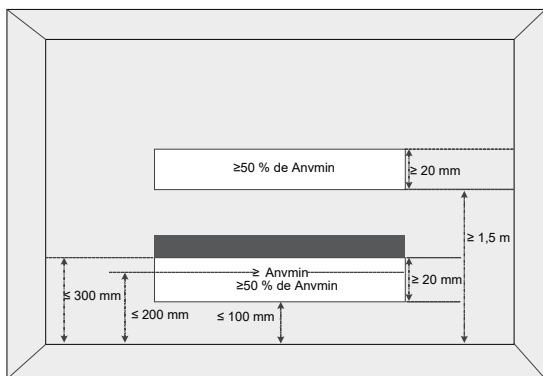

Figure 1-2
- La surface de la pièce (A) est définie comme la surface de la pièce délimitée par la projection à la base des murs, des cloisons et des portes de l'espace dans lequel l'appareil est installé.
- La superficie des pièces adjacentes, situées à un même étage, reliées par une ouverture permanente dans les murs et/ou les portes entre les espaces occupés, y compris les espaces entre le mur et le plancher, peut être considérée comme une seule pièce lors de la détermination de la conformité à l'Amin, à condition que toutes les conditions suivantes soient réunies comme indiqué sur la Figure 1-2.
- ① L'ouverture ne doit pas être inférieure à 0,0123 m² (Anvmin).
- ② La surface des ouvertures situées à plus de 300 mm du sol n'est pas prise en compte pour déterminer la conformité à l'Anvmin.
- ③ Au moins 50 % de la surface ouverte de l'Anvmin doit être située à moins de 200 mm du sol.
- ④ Le bas de l'ouverture ne se trouve pas à plus de 100 mm du sol.
- ⑤ L'ouverture est une ouverture permanente qui ne peut être fermée.
- ⑥ La hauteur de l'ouverture n'est pas inférieure à 20 mm.
- ① L'ouverture ne doit pas être inférieure à 0,0062 m² (50 % de Anvmin).
- ② L'ouverture est une ouverture permanente qui ne peut être fermée.